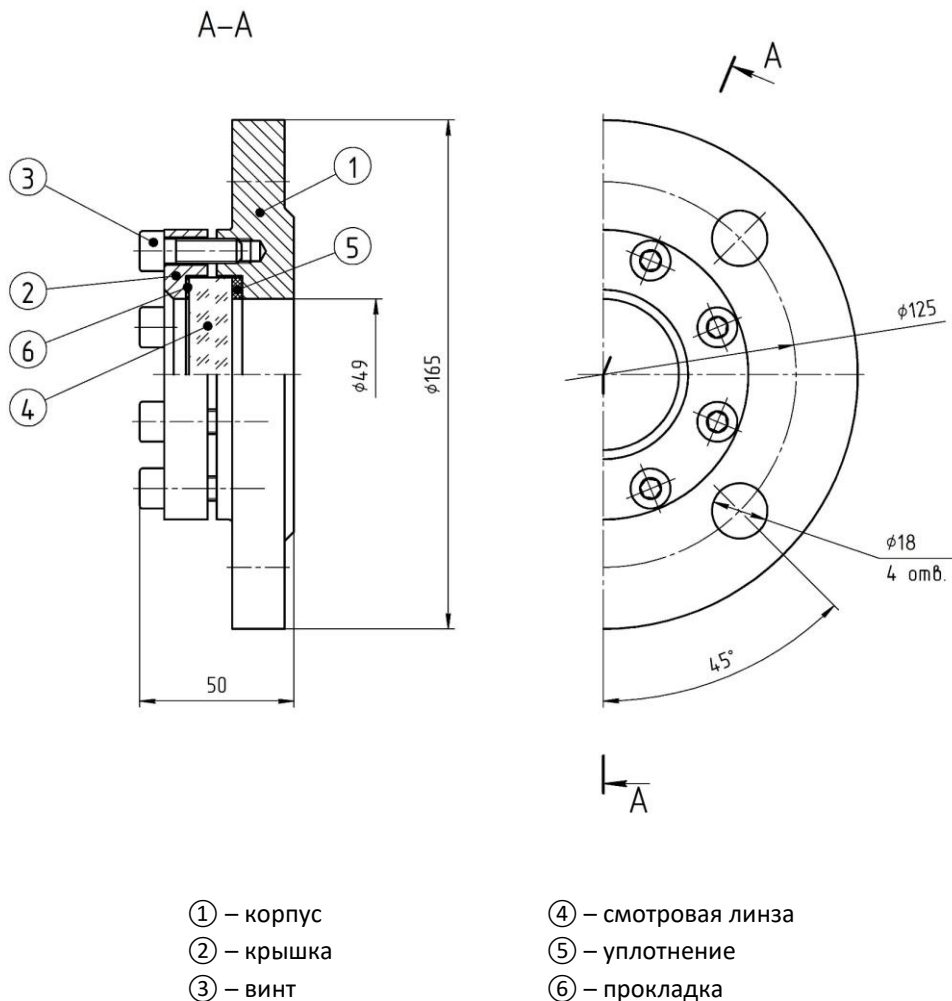

Рисунок 7.1 – Общий вид изделия
Габаритные и присоединительные размеры – см. рисунок 7.1
Глазок (см. рисунок 7.1) состоит из корпуса ①, в котором установлена прозрачная смотровая линза из плоского стекла ④, поджатая крышкой ② посредством винтов ③. Уплотнение линзы относительно внешней среды обеспечивает уплотнение ⑤. Для предотвращения появления дефектов на линзах при закручивании винтов между линзой и крышкой расположена прокладка ⑥.